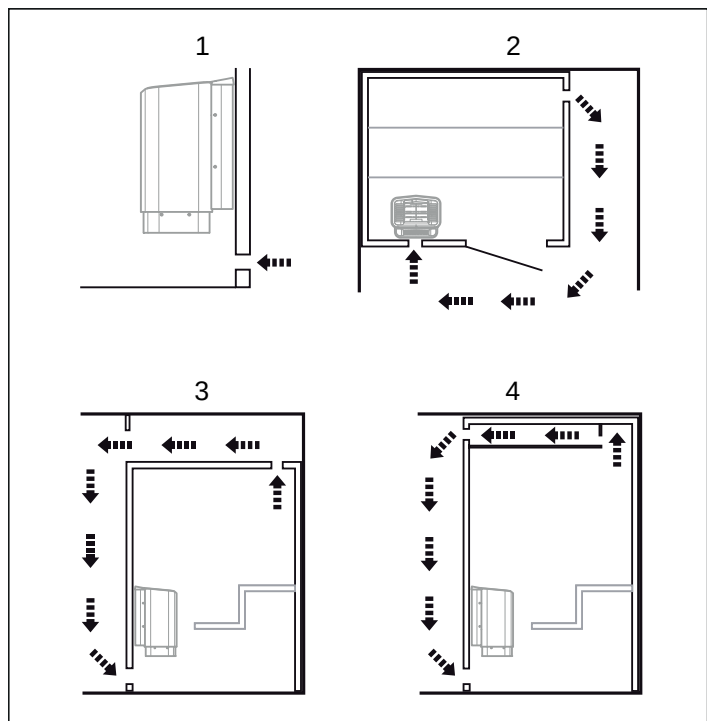

Рисунок 7: Позиционирование впускного и выпускного вентиляционного воздушного канала
- на максимальном расстоянии до впускного вентиляционного канала, например, по диагонали (см. Рисунок 7).
- высоко на стене или на потолке (см. Рисунок 7).